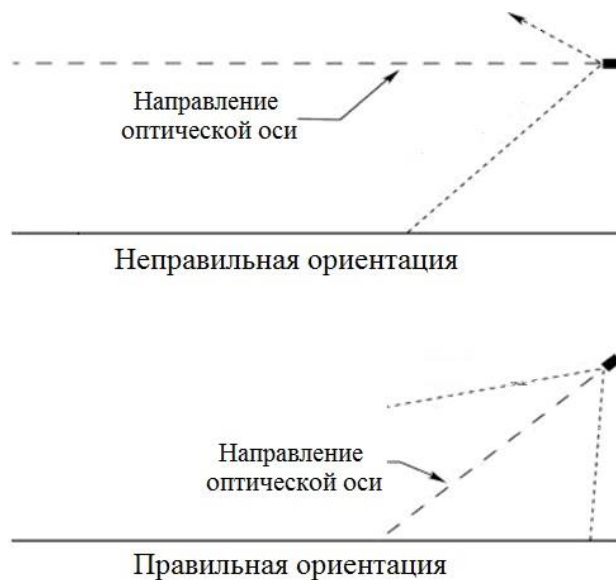

Рисунок 4.5 – Установка термокожуха с ИК-подсветкой по отношению к горизонту
4.5.3 ИК-подсветку рекомендуется нацеливать на объект по нисходящей под углом к горизонту, по крайней мере, 10 - 20 градусов (рис. 4.5). Такая установка предотвращает скопление влаги на смотровых окнах.